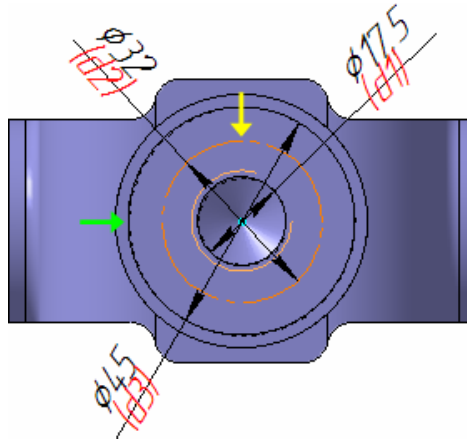

Рисунок 66.
- Проставьте диаметральный размер к круглому ребру цилиндрической бобышки (зеленая стрелка), присвойте ему имя переменной d3, включите флажок **Информационный размер** (рис. 66).